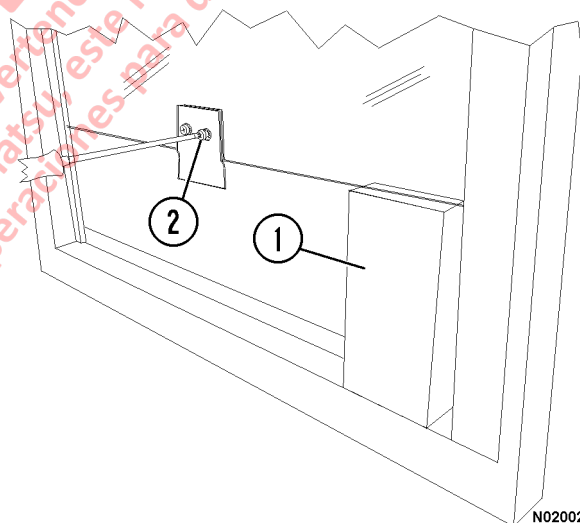

FIGURA 2-9.
8. Afirme el vidrio en el marco de la puerta con bloques de soporte (1, Figura 2-9) tal y como se muestra en la imagen. Retire los tornillos (2) que afirman el adaptador para la guía del regulador de la ventana.
16. Baje el vidrio al marco y apóyelo en un bloque de soporte como se ve en Figura 2-9.
22. Asegure la ventana del vidrio con cinta adhesiva unas cuantas pulgadas desde la parte superior (Figura 2-9). Instale los rodillos reguladores superior e inferior en sus guías. Primero, mueva el panel de la puerta solo lo suficientemente lejos para permitir que los rodillos entren en sus guías. Luego, con los rodillos en las guías, deslice el panel hacia la cabina. Mueva el panel solo lo suficientemente lejos para permitir que el